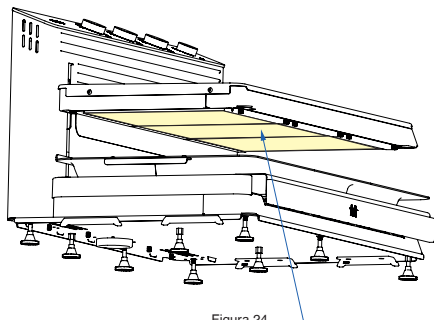

Figura 24
- Los modelos MiiTi 06 disponen de 3 cristales protectores de filamento (Figura 24).